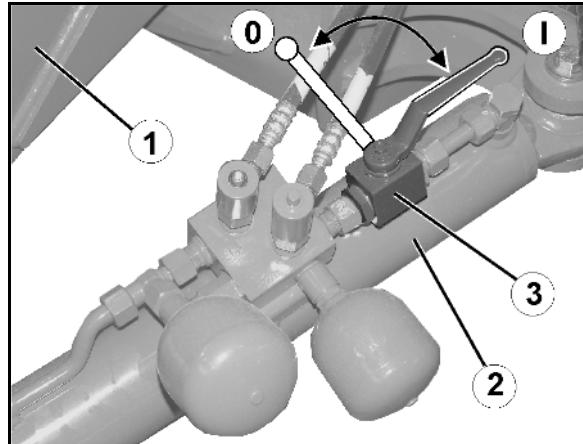

Fig. 73
4. Sikre styrestangen (Fig. 73/1) ved å lukke kuleeventilen (Fig. 73/3) i posisjon **0**.